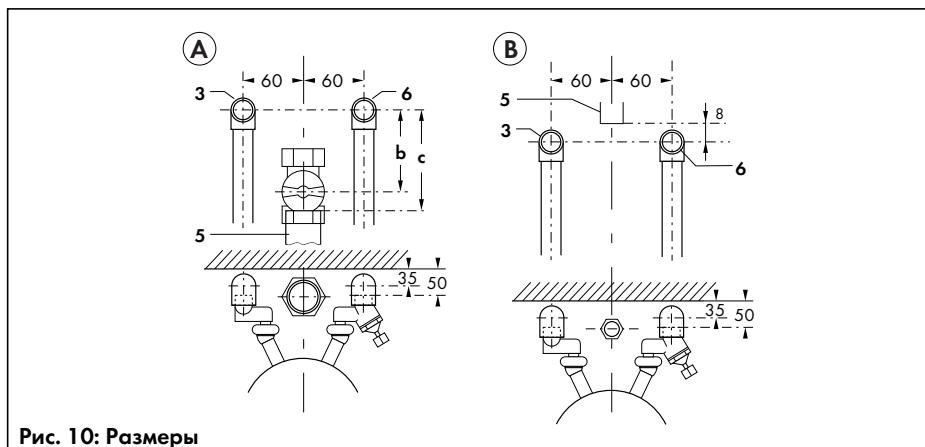

Рис. 10: Размеры
На рис. 10 показаны расположение и размеры подключений для открытой прокладки трубопроводов и монтажа газового крана под аппаратом для природного газа (A) и для сжиженного газа (B).
- После определения места установки аппарата перед его монтажом следует проложить газопровод и трубопроводы холодной и горячей воды к точкам подсоединения аппарата или к соответствующей подсоединенности арматуре, как показано на рис. 10.